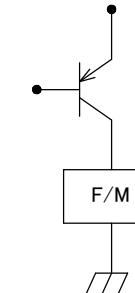

Fig. 1 FAN電源回路
- ・ ファンモータ電源(Fig. 1参照)ON/OFF時の注意
(Caution at Fan motor power ON/OFF handling. Refer Fig. 1.)